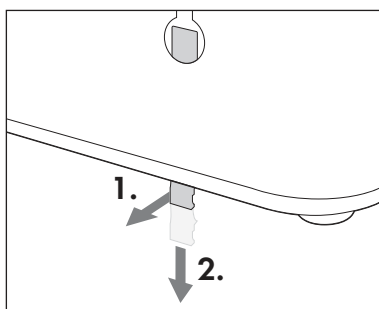

Fig. 1
3. Pe partea din spate a aparatului, în inelul de suspendare drept **6** se află un știft de siguranță **7** care împiedică desprinderea aparatului din șuruburi **8**. Apăsăți știftul de siguranță **7** puțin spre spate, până când se aude un clic. Apoi trageți știftul de siguranță **7** puțin în jos din inelul de suspendare **6** (a se vedea fig. 1).